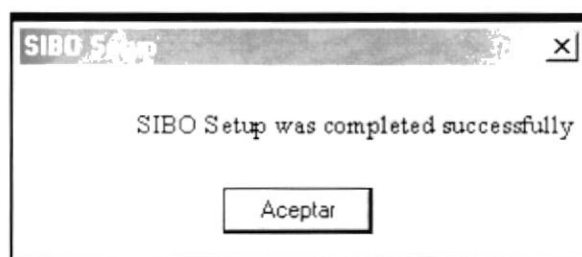

Figura 2.10 Mensaje Exitoso en el Momento de Instalar
5. Si observa el mensaje de la Figura 2.10 su instalación ha sido exitosa.